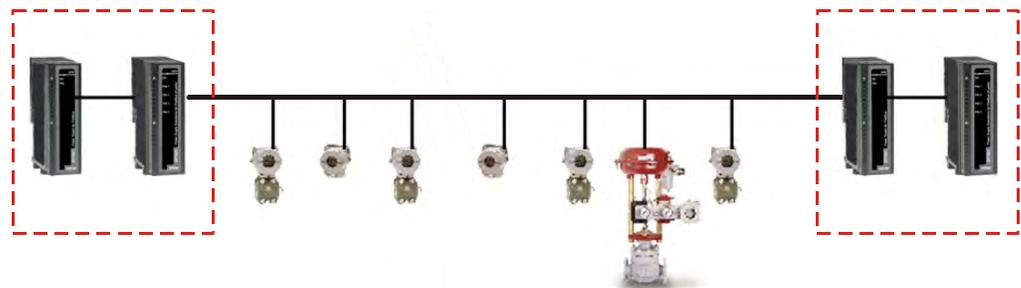

Figura 1.22 – Fontes e PSI duplos
b) Fontes de alimentação e impedância ativa duplas (veja Figura 1.22), onde em um rompimento do cabeamento tem-se: